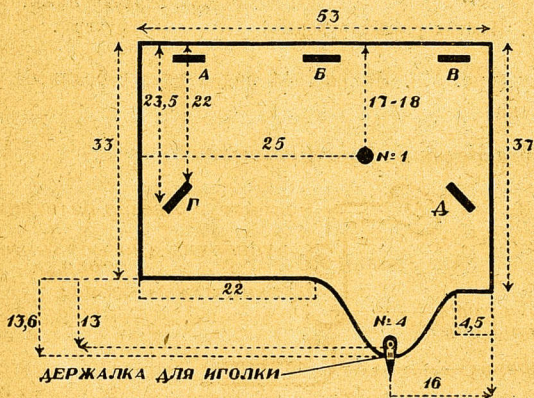

Рис. 55. Рупор-мембрана.
4. Для рупора-мембраны (рис. 55) из тонкой фанеры выпилите прямоугольник с выступом. Размеры указаны на рисунке. В этом прямоугольнике просверлите отверстие № 1 по размерам того маленького болтика *В*, который будет скреплять держалку с рупором. Кроме этого наверху рупора-мембраны сделайте три прореза *а*, *б* и *в*, а внизу наклонно два — *г* и *д*. Длина каждого из этих прорезов *а*, *б*, *в*, *г*, *д* около 3 см, а ширина равна толщине фанеры.